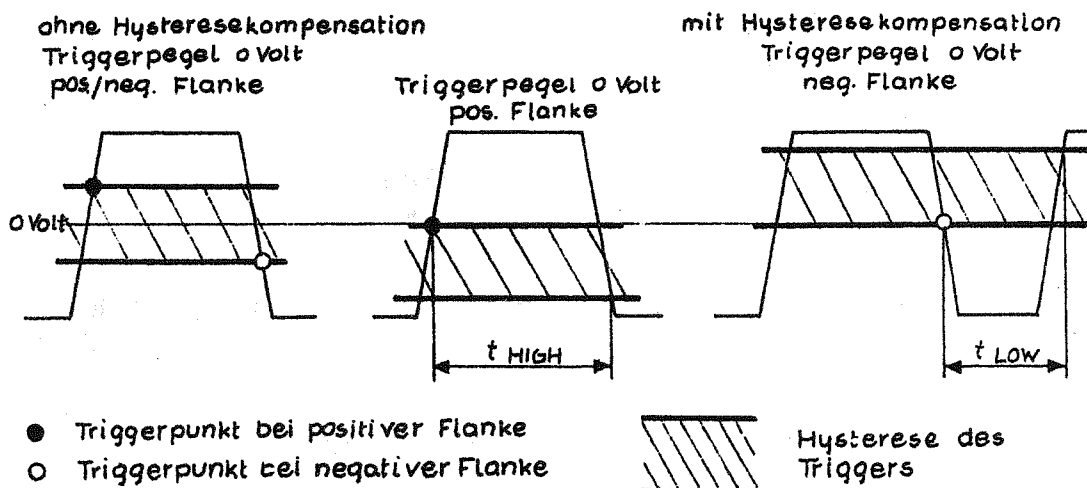

Bild 20: Hysteresekompensation des Triggerpegels beim G-2005.500/510
Für den Triggerpegel sind Zahlenwerte zwischen $-25,4$ V und $+25,4$ V möglich. Außerdem sind 4 Festwerteinstellungen vorgesehen. Die Triggerpegel-einstellung ist hysteresekompensiert. Bild 20 verdeutlicht die Wirkung der Hysteresekompensation am Beispiel der Triggerpegel-einstellung 0 Volt.
Die Hysteresekompensation ist nicht nur für den Wert 0 Volt, wie in Bild 20 dargestellt, wirksam, sondern auch für alle anderen eingestellten Werte.
- Null: Triggerung auf 0 Volt, ohne Hysteresekompensation (siehe Bild 20)